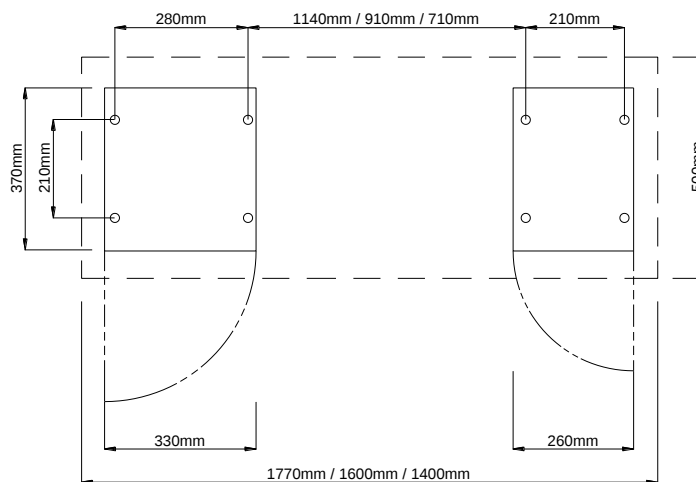

Fig 3. Dimensions de fixation
4. Les dimensions de la machine sont indiquées ci-dessus dans le manuel. Selon Fig.3. le tour peut être fixé au sol.